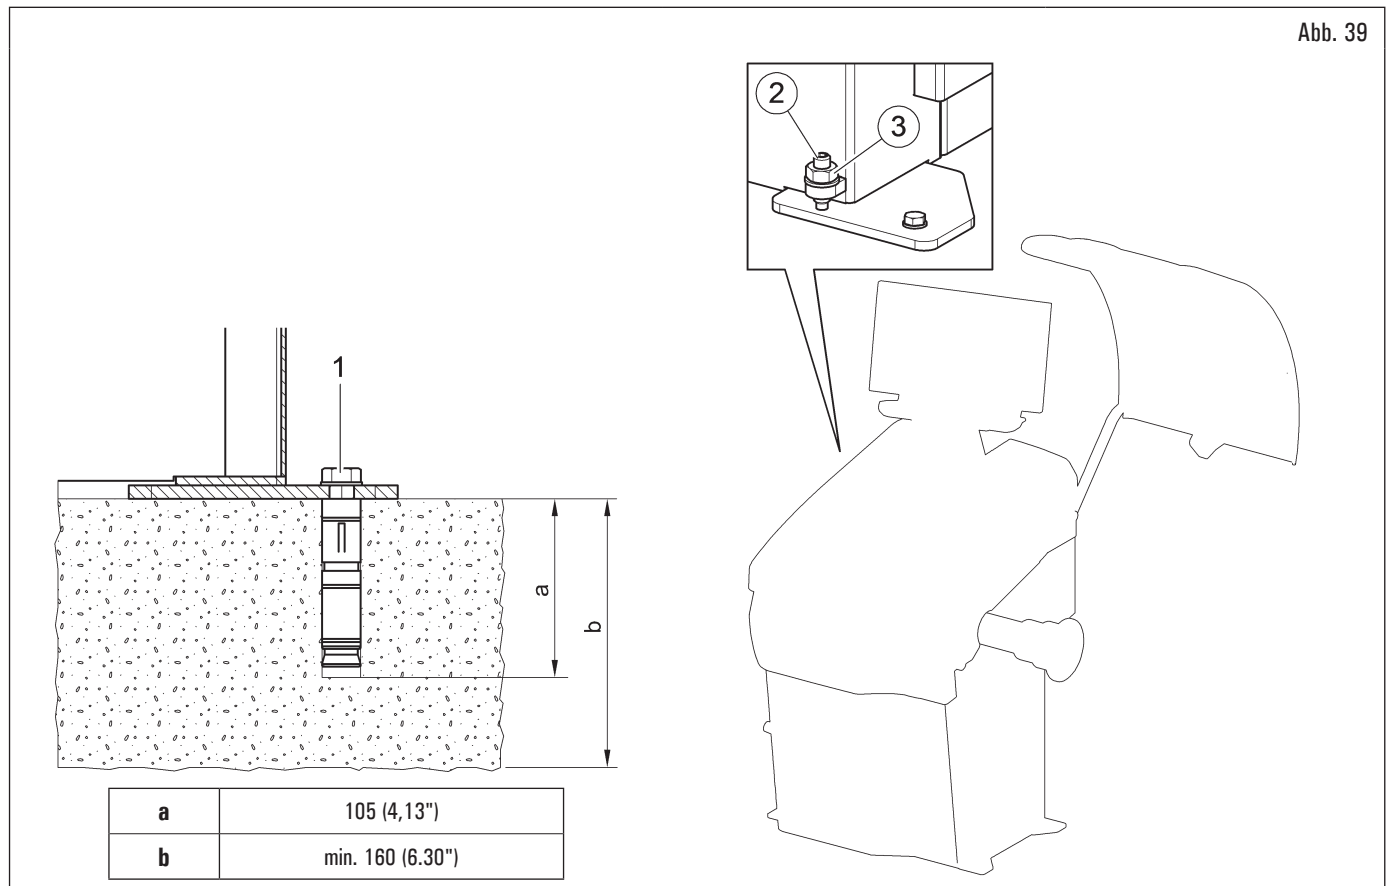

Abb. 39
Das verpackte Gerät ist durch Löcher am Rahmen an der Halterungspalette befestigte. Sie sind in der Abbildung unten angegeben. Diese Löcher müssen auch für die Befestigung am Boden mit geeigneten Betondübeln verwendet werden (nicht enthalten). Prüfen Sie vor der Befestigung am Beton, dass alle Ankerpunkte flach und eben sind und Bodenkontakt haben. Ist dies nicht der Fall, Abstand zwischen Gerät und Boden, wie in Abb. 39 angegeben.
Nachdem Sie überprüft haben, dass die Radauswuchtmaschine korrekt nivelliert ist, ziehen Sie die Mutter (Abb. 39 Pkt. 3) fest, während Sie die Schraube (Abb. 39 Pkt. 2) mit dem entsprechenden Schraubenschlüssel festhalten.
- Um das Gerät am Boden zu befestigen, verwenden Sie Zapfen und Verankerungsstift (Abb. 39 Pkt. 1) mit einem Gewindestift M8 (UNC 5/16), die für den Boden geeignet sind, auf dem die Radauswuchtmaschine befestigt wird, und in einer Anzahl gleich der Anzahl der am unteren Rahmen angeordneten Befestigungsbohrungen;